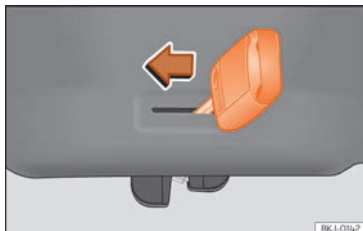

Fig. 9 Apertura de emergencia del portón trasero.
- Introduzca el espadín de la llave en la ranura y desbloquee el sistema de cierre, dirigiendo la llave de derecha a izquierda, tal como indica la flecha » » fig. 9.